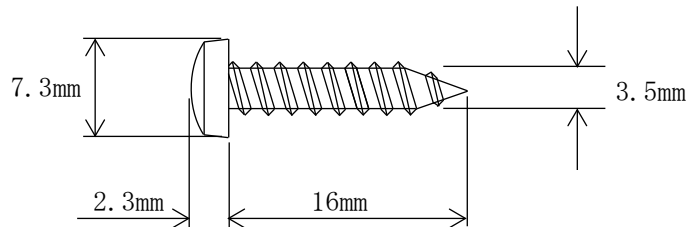

図 3-8 タッピングネジの寸法図
- 十字穴付(+) A バインドタッピングネジ × 4 個 (図 3-8 参照。お客様にてご準備ください)